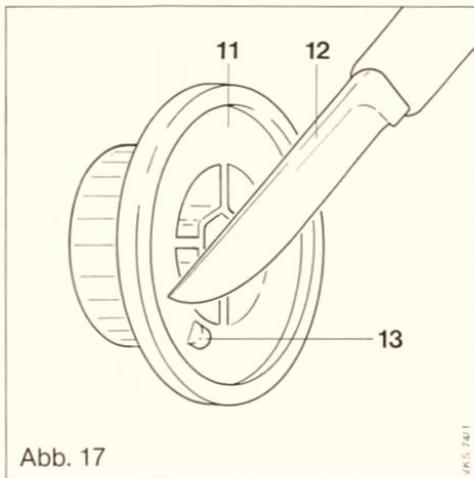
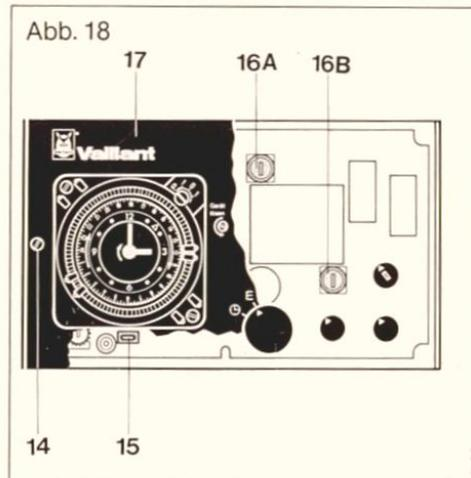

Abb. 17
Abb. 18
- Drehknopf (11) des Kesseltemperaturreglers abnehmen. Abb. 17.
- Anschlagnocken (13) am Drehknopf (11) mit geeignetem Werkzeug (12) entfernen.
- Drehknopf (11) am Kesseltemperaturregler wieder anbringen.
- Schrauben (14) lösen, Blende (17) am Kompaktregler ausrasten und abnehmen. Abb. 18.
- Die Steckbrücke (15) von der Schaltplatine des Kompaktreglers abziehen.
- Beim Wiedereinsetzen der Blende (17) zuerst die Oberseite einrasten. Beim Einrasten der Unterseite Bedienungsknöpfe in die Blendenbohrungen einrasten.